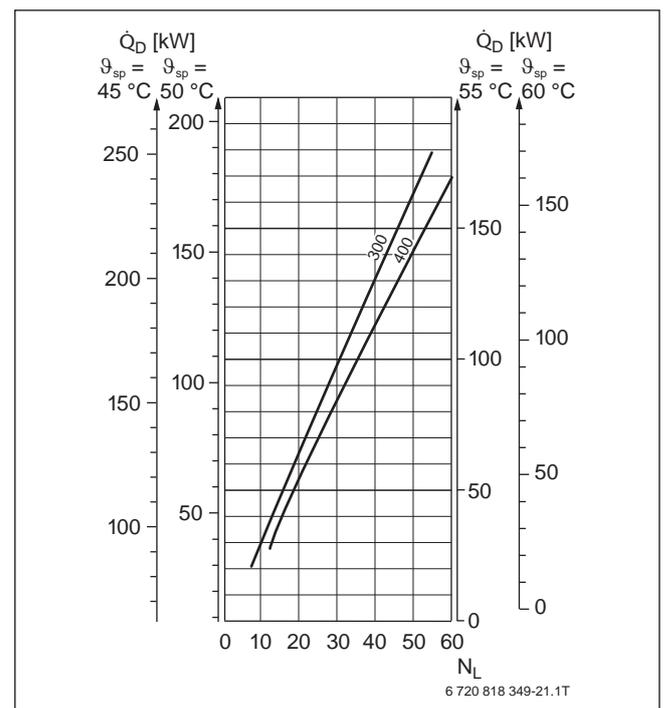

Bild 77 Speicherladesysteme Logalux SF300 und SF400 bei durchlaufender Schichtladepumpe
- **Durchlaufende** Schichtladepumpe → Bild 77, z. B. bei Anschluss einer bauseitig zu stellenden Schaltuhr